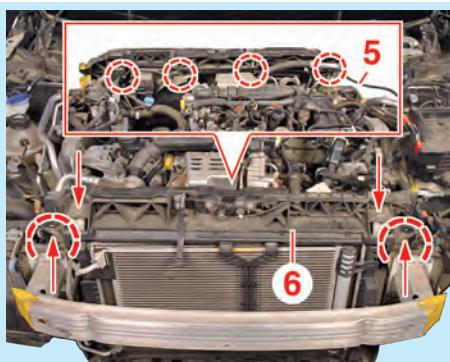
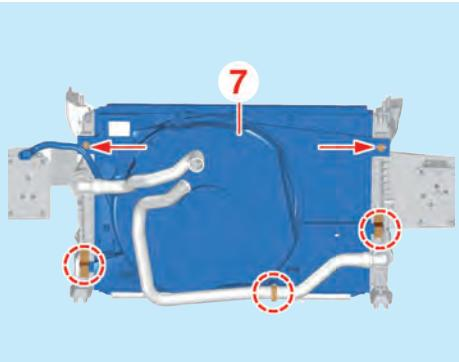

Fig.3
Fig.4
- Dégrafer le conduit de dégazage (5) du circuit de refroidissement (Fig.3).
- Ecartez la traverse supérieure (6).
- Déposer le motoventilateur (7) par le dessus (Fig.4).